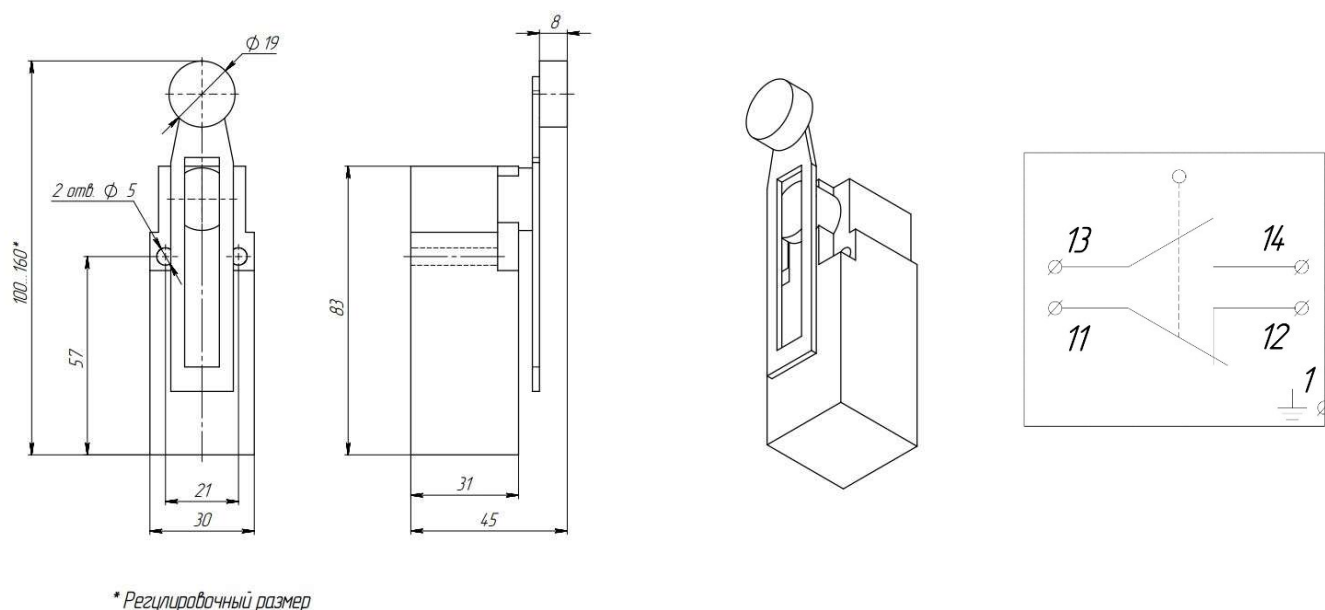

Рис.1. Внешний вид, габаритные и установочные размеры, схема подключения выключателя концевого ХСК-Р.
5. Номинальный ток NC (NO), А	10 (4)
8. Габаритные и установочные размеры	см. рис.1;